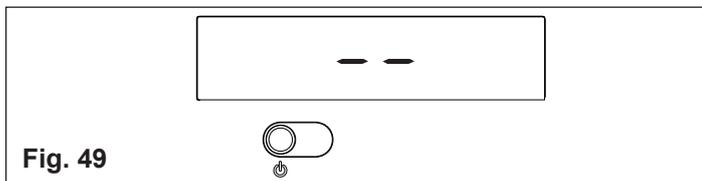
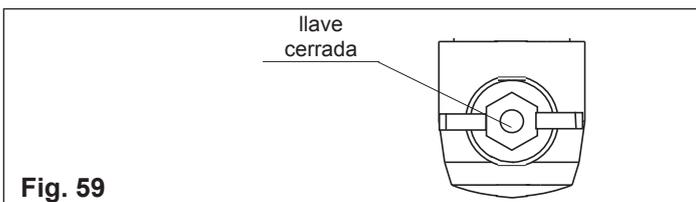

Fig. 49
Fig. 59
- ⚠ La caldera se vuelve a encender en el estado en que estaba antes del apagado: si la caldera estaba en invierno cuando se apagó, se volverá a encender en invierno, si estaba en estado OFF, el visor digital visualizará en la zona central dos segmentos (fig. 49). Pulsar la tecla para activar el funcionamiento.
En caso de breves ausencias pulsar la tecla  para apagar la caldera. El visor digital visualizará en la zona central dos segmentos (fig. 49). De este modo dejando activas la alimentación eléctrica y la alimentación del gas, la caldera está protegida por los sistemas:
En caso de ausencias prolongadas pulsar la tecla  para apagar la caldera (fig. 49). El visor digital visualizará en la zona central dos segmentos. Posicionar el interruptor general de la instalación en “apagado”. Luego cerrar la llave del gas situado debajo de la caldera, girando en el sentido de las agujas del reloj (fig. 59).